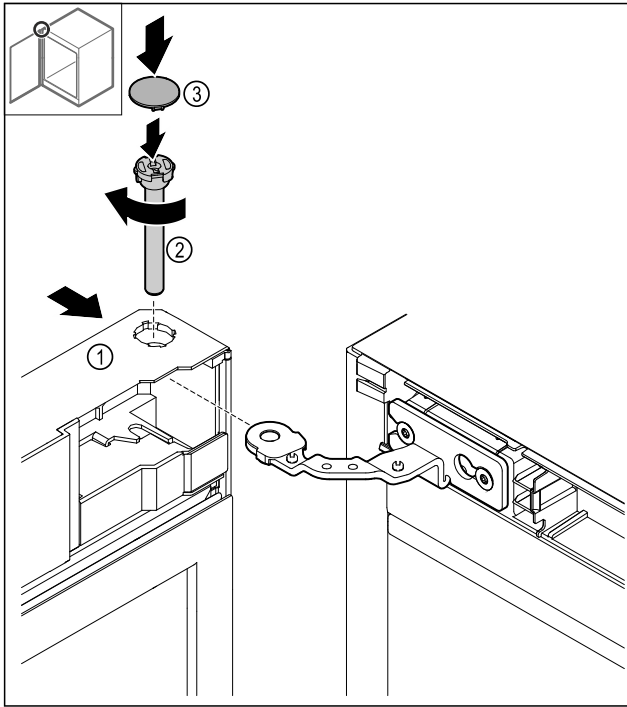

Fig. 43
- ▶ Nasuňte dveře Fig. 43 (1) nahoře na závěs.
- ▶ Zasuňte čep Fig. 43 (2) a pevně jej utáhněte ve směru hodinových ručiček.
- ▶ Nasadte kryt Fig. 43 (4).